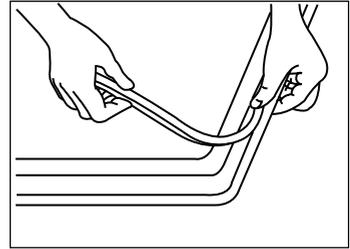
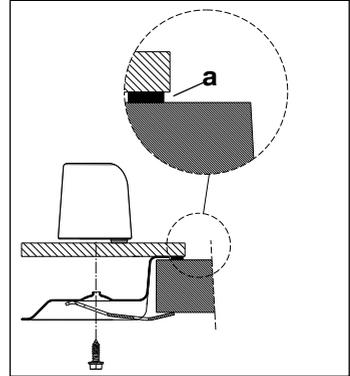

Fig. 6
Fig. 7
- 2) Placez sur le bord inférieur du plan de verre (Fig. 6), le joint spécial fourni comme équipement (Fig. 7 - a), en s'assurant que les bouts joignent bien sans se superposer. Le joint se trouve dans l'emballage des injecteurs fournis avec la table.
- 3) Insérez la table dans le meuble et fixez la table au meuble à l'aide des pattes de serrage appropriés, fournis dans le sac d'accessoires (Fig. 7).